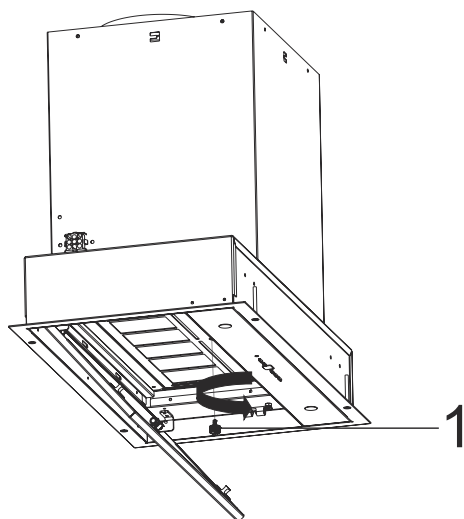

Fig. 9
**4.** ► Placera nu aluminiumlocket och fäst det med den medföljande tumskraven (Fig. 9).